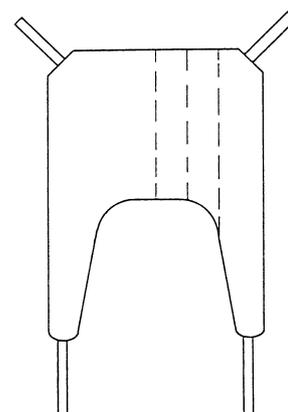

Abb. 8
- Den Gurt längs bis zur Hälfte einrollen (Abb. 8).